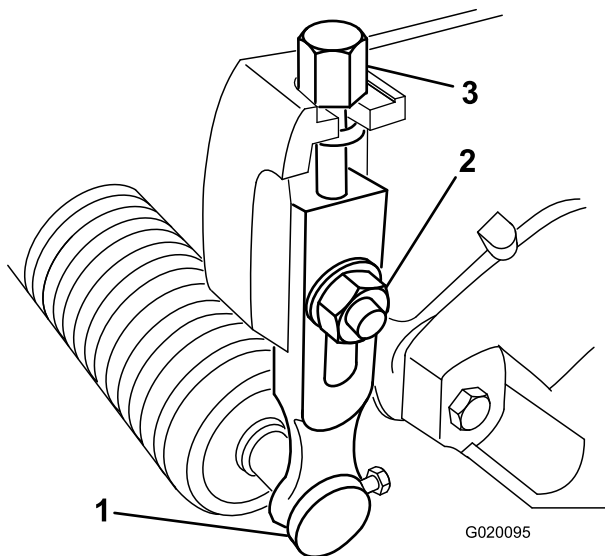

Figura 8
1. Afloje las contratuercas que fijan los brazos de altura de corte a las chapas laterales de la unidad de corte (**Figura 8**).